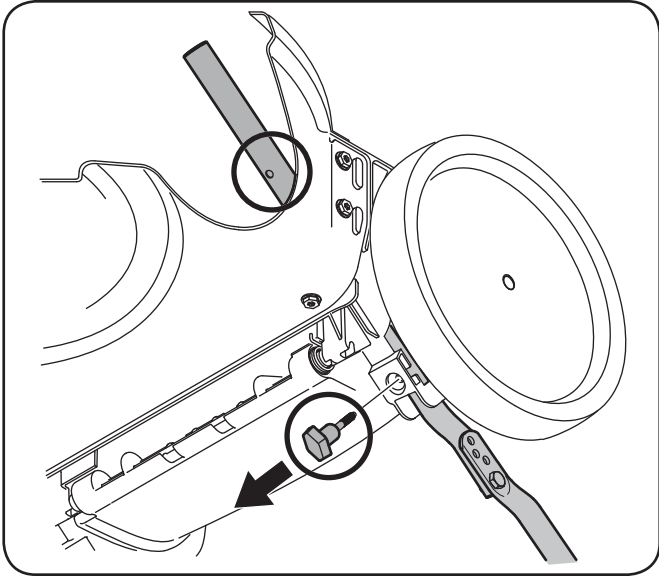

Figure 3-3
- a. Relevez le guidon 8 po jusqu'à ce que les trous du guidon inférieur (voir l'écarté de la Figure 3-3) s'alignent avec les trous des supports du guidon. Voir la Figure 3-4.
2. Retirez les boulons à tête en T des supports du guidon, comme la Figure 3-3.